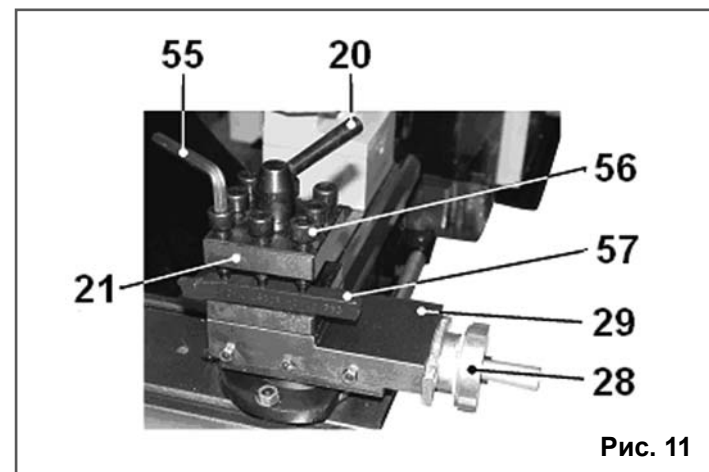

Рис. 11
10.1.8. Используя шестигранный ключ (55), выкрутите три болта (56), установите необходимый для предполагаемой операции резец (57) в резцедержатель (21), равномерно с достаточным усилием закрутите три болта (56), Рис.11. Убедитесь, что режущая часть головки резца (57) находится по центру диаметра заготовки. Положение резца (57) можно проверить по центру (58), зажатом в трёхкулачковом самоцентрирующемся патроне (9). Вылет головки резца должен быть примерно 10 мм, но не превышать 15 мм (не должен превышать полторы